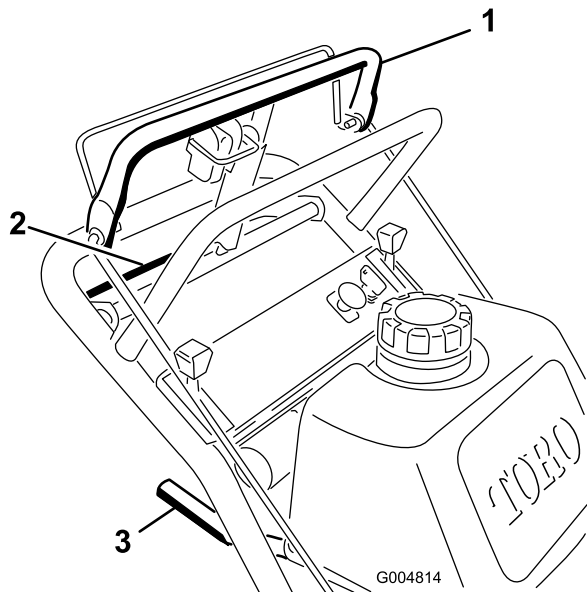
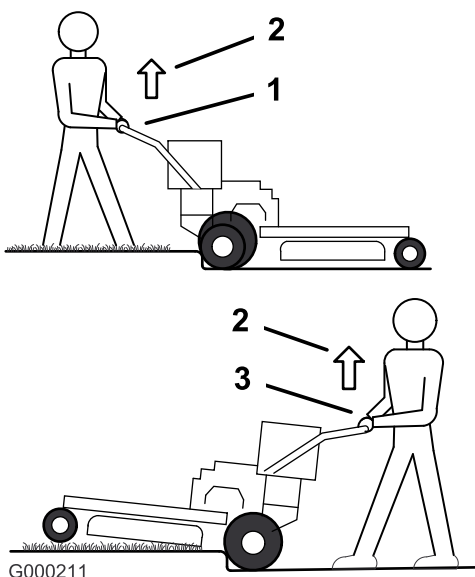

Figura 10
Figura 11
1. Para ir hacia adelante, mueva la palanca de cambio a una marcha hacia adelante (Figura 10).
3. Presione lentamente la barra de control superior para ir hacia adelante (Figura 10).
Para ir en línea recta, aplique la misma presión a ambos extremos de la barra de control superior (Figura 10).
Para girar, libere la barra de control superior en el sentido en que desea girar (Figura 10).
3. Haga avanzar la máquina hasta que las ruedas giratorias toquen el bordillo (Figura 11).
4. Levante la parte delantera de la máquina empujando hacia abajo en el manillar (Figura 11).
5. Haga avanzar la máquina hasta que las ruedas de tracción toquen el bordillo (Figura 11).
6. Baje la parte delantera de la máquina (Figura 11).
7. Al mismo tiempo, engrane la barra de control inferior y levante el manillar para pasar el bordillo (Figura 10 y Figura 11).
3. Apriete lentamente la barra de control inferior y el manillar para ir hacia atrás (Figura 10).
3. Haga retroceder la máquina hasta que las ruedas de tracción toquen el bordillo (Figura 11).
4. Al mismo tiempo, engrane la barra de control inferior y levante el manillar inferior (Figura 10 y Figura 11).